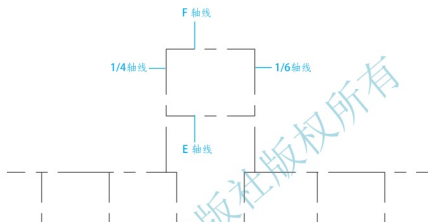

图 2.37 用**【延伸】**命令延伸图形
① 在**选择对象或 < 全部选择 >**: 提示下, 选择 1/4 和 1/6 轴线, 则 1/4 和 1/6 轴线变虚。这样就选择 1/4 和 1/6 轴线作为延伸边界, 即下面将把 E 和 F 轴线左端延伸至 1/4 轴线处, 右端延伸至 1/6 轴线处。
② 按 Enter 键进入下一步命令。
③ 在**选择要延伸的对象, 或按住 Shift 键选择要修剪的对象, 或 [栏选 (F)/ 窗交 (C)/ 投影 (P)/ 边 (E)/ 放弃 (U)]**: 提示下, 分别单击 E 和 F 轴线的左右端点。
④ 按 Enter 键结束**【延伸】**命令, 这时 E 和 F 轴线的左右两侧的端点分别延伸至 1/4 和 1/6 轴线处, 如图 2.37 所示。